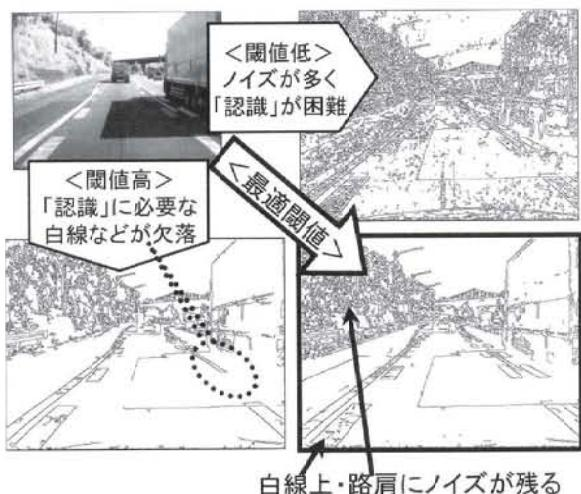

図2 従来のエッジ検出法の問題点
従来のエッジ検出法の一例としてCannyフィルタによるエッジ検出の結果を図2に示します。この方法では前処理として画像を平均化し、さらにエッジか否かを決定する閾値を設定しており、ノイズに強いエッジ検出法としてよく使われています。しかし選んだ閾値の大きさにより、画像中に真のエッジ以外のノイズが多く含まれてしまい、最適な閾値の設定には試行錯誤が必要となります。仮に最適閾値であってもノイズが残る場合もあります。
上に述べたエッジ特微量を使ってエッジ検出を行った結果を図5に示します。図2右下の結果と比較しても図中の④部の路肩や道路白線上などではノイズの大半が減少が見られます。また図2左下のように白線を欠落することなく、⑥のような図中のガードレールや街路灯などの人工物の輪郭線がきれいに検出できるようになりました。